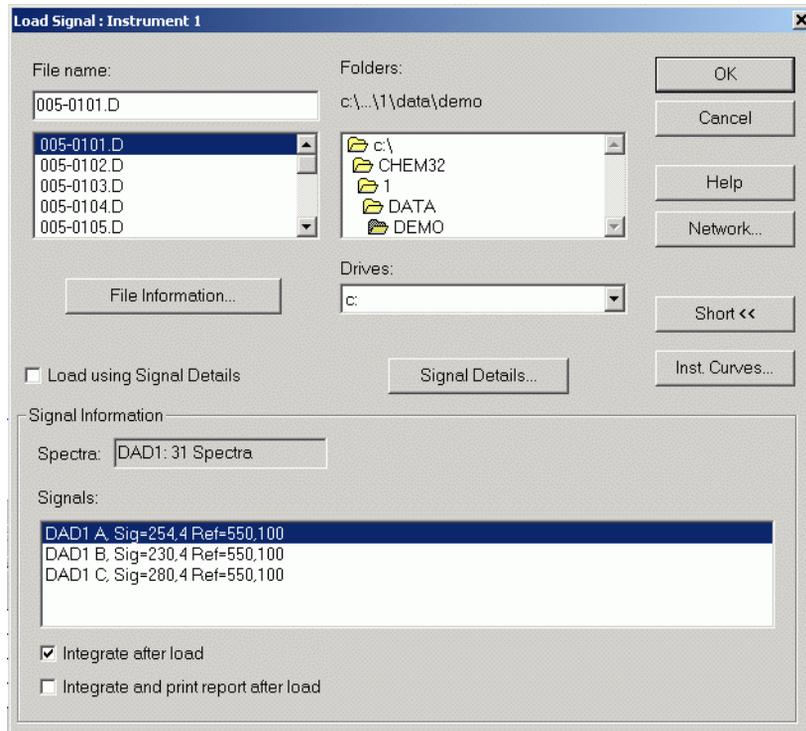

Abbildung 8 Das Dialogfeld Load Signal
- d Klicken Sie auf die Schaltfläche **Full >>**, um die Signalangaben anzuzeigen (siehe Abbildung 8 auf Seite 32).